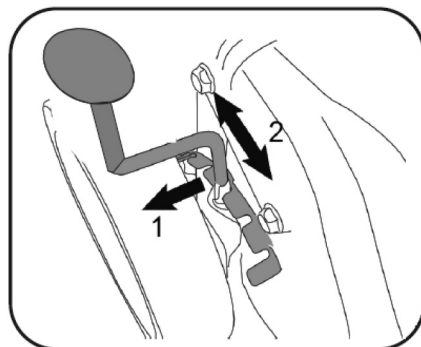

Рис. 19
1. Выведите из зацепления рычаг регулировки высоты скашивания (Рис. 19).